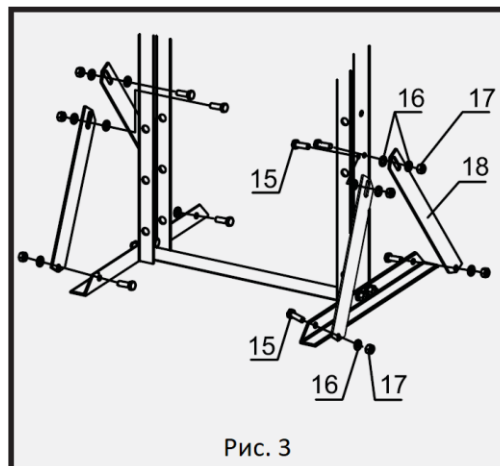

Рис. 3
4. Прикрепите боковые опоры основания (18) к опорам рамы и опоре основания с помощью болтов (15), шайб (16) и гаек (17). Смотрите рисунок 3.